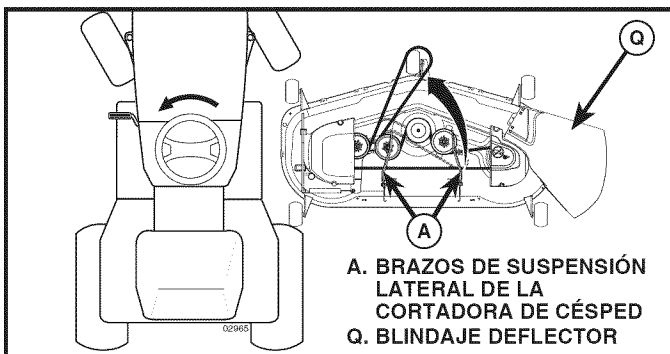

Fig. 32
4. DESLICE LA CORTADORA DE CÉSPED DEBAJO DEL TRACTOR (Vea Fig. 32)